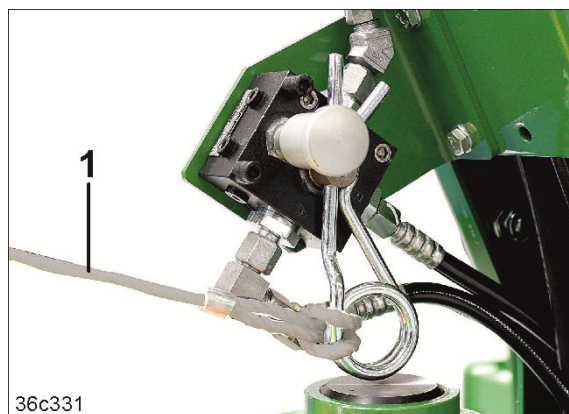

Fig. 134
6. Conectați supapa de rupere prin cablul (Fig. 134/1) la tractor.